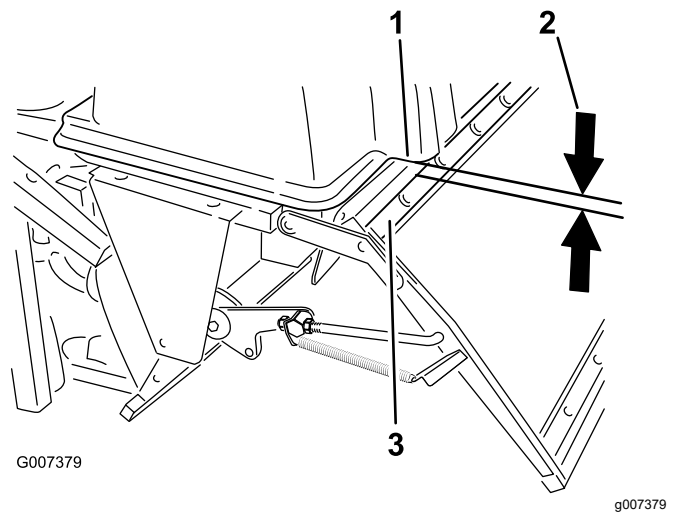

Bild 55
3. Prüfen Sie den Abstand zwischen dem oberem Rohr des Klappenrahmens und der unteren Lippe der geformten Abdeckung (Bild 55).